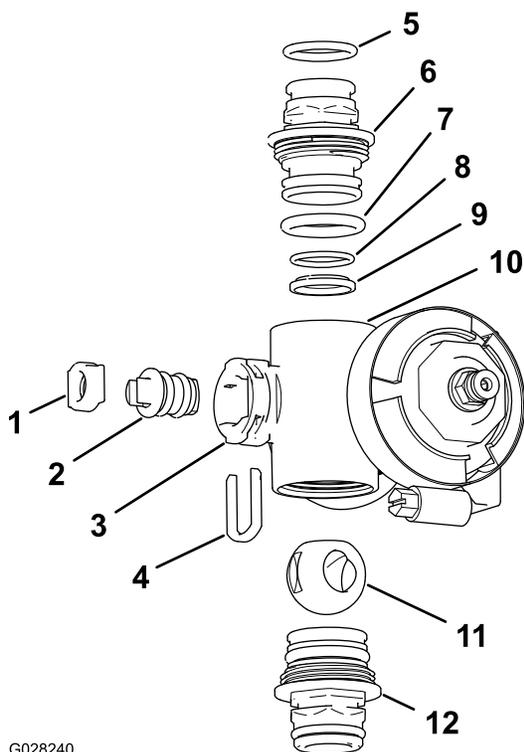

Рисунок 107
4. Извлеките держатель штока из пазов в отверстии штока в коллекторе (Рисунок 106 и Рисунок 107).
5. Снимите держатель штока и седло штока клапана с коллектора (Рисунок 106 и Рисунок 107).
6. Просуньте руку внутрь корпуса коллектора и извлеките оттуда шток клапана в сборе (Рисунок 106 и Рисунок 107).
1. Проверьте состояние уплотнительных колец выпускных штуцеров (**только коллектор клапана секции**), уплотнительных колец торцевых крышек, задних уплотнительных колец седла и седла шарового клапана на наличие повреждений или износа (Рисунок 106 и Рисунок 107).
2. Нанесите консистентную смазку на шток клапана и вставьте его в седло штока клапана (Рисунок 106 и Рисунок 107).
3. Вставьте шток и седло клапана в коллектор и закрепите шток и седло держателем штока (Рисунок 106 и Рисунок 107).
4. Убедитесь, что заднее уплотнительное кольцо седла и седло шарового клапана выровнены и правильно установлены в штуцере торцевой крышки (Рисунок 107 и Рисунок 106).
5. Установите штуцер торцевой крышки в сборе на корпус коллектора так, чтобы фланец штуцера торцевой крышки касался корпуса коллектора, затем доверните штуцер торцевой крышки еще на 1/8–1/4 оборота (Рисунок 106 и Рисунок 107).